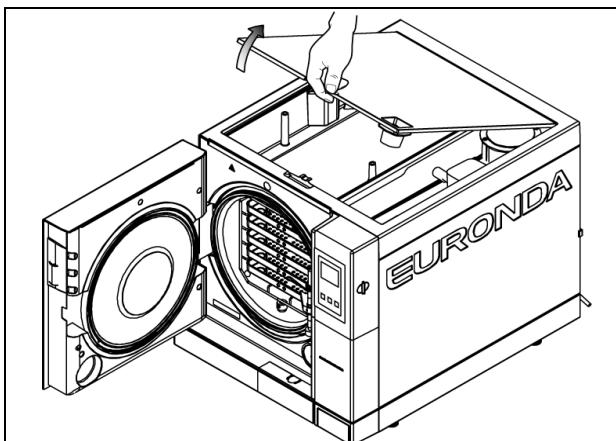
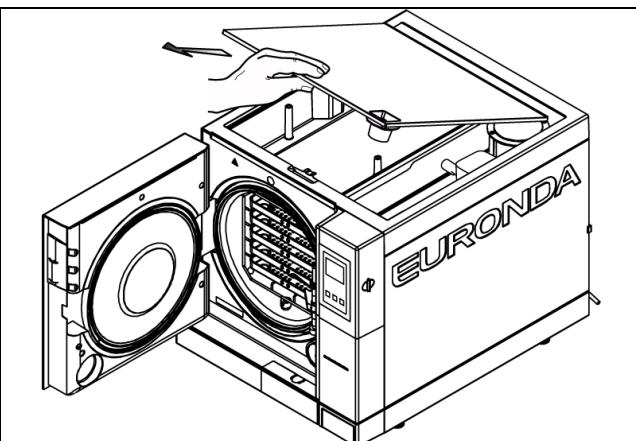

Рис. 5.5
Рис. 5.6
- Для доступа к емкостям для воды необходимо снять крышку стерилизатора, откинув ее на 45° (см. рис. 5.5) и далее потянув ее на себя (см. рис. 5.6).